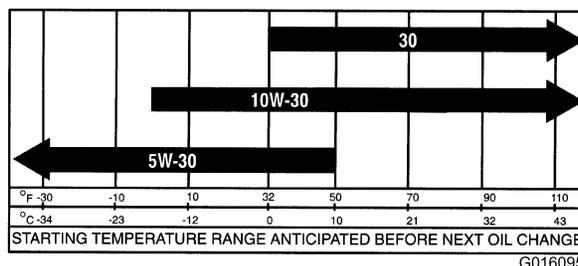

図 45
**オイルの粘度** 10W-30 図 45に示す図から適切な粘度を選択する。